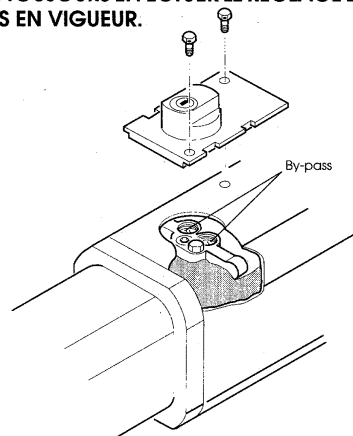

Fig. 11
Le réglage du seuil de déclenchement se fait en agissant sur les vis de by-pass après avoir dévisser les vis de fixation du dispositif de déverrouillage comme indiqué en Fig. 11.
N.B.: Pour s'assurer qu'aucune personne non autorisée ne viole le système et ne modifie le réglage effectué, il est possible de sceller les trous débouchants pratiqués sur les vis de fixation du dispositif de déverrouillage (Fig. 11).